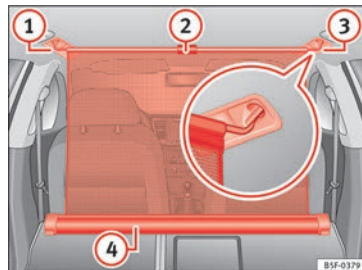

Fig. 127 No porta-bagagens: rede de separação fixa com os encostos do banco traseiro rebatidos.
- Puxe a aba para cima »» Fig. 127 ② para tirar a rede da carcaça »» Fig. 127 ④.
- Prender a rede de separação do lado esquerdo »» Fig. 127 ③ (imagem ampliada).
- Prender a rede de separação no alojamento do lado esquerdo »» Fig. 127 ① puxando a barra.
A rede de separação está montada corretamente quando as extremidades em forma de T estão fixas com firmeza nos alojamentos correspondentes »» Fig. 127 ③ e ①.
- Enrole a rede na carcaça »» Fig. 127 ④ baixando-a manualmente.